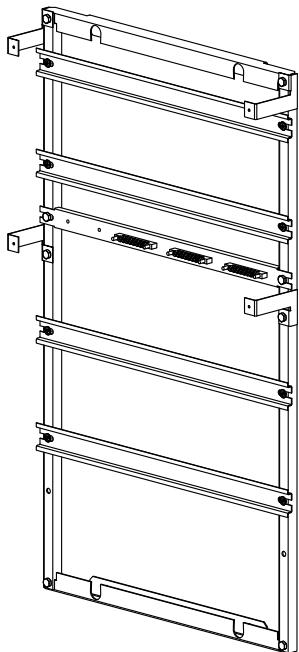

Рисунок 5
2.5 Установите собранную Рейку под шину "PEN" и закрепите на раме с помощью болтов M6x16 и гаек M6 (рисунок 5). Болтовое соединение согласно приложению А.